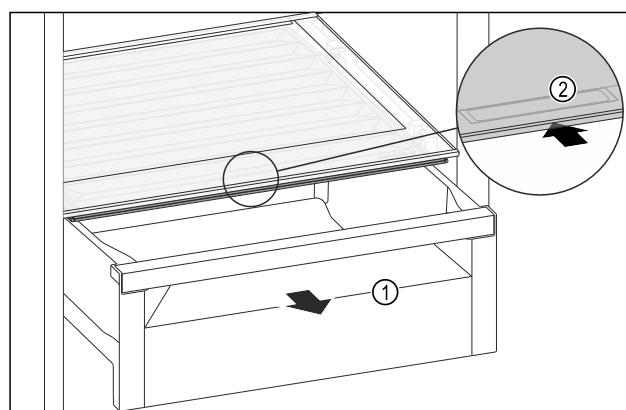

Fig. 102
- Schubfach Fig. 102 (1) herausziehen.
- Griffmulde Fig. 102 (2) am Fachdeckel anfassen und Fachdeckel gleichzeitig nach hinten schieben.